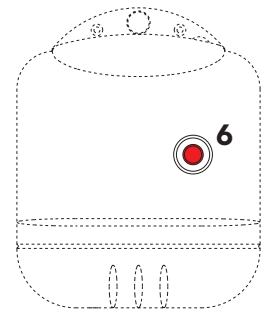

fig. 1
Per brevi periodi di sosta è sufficiente agire sull'interruttore 5 (fig. 1) sul pannello comandi portandolo in posizione "0".
- a - Blocco del bruciatore segnalato dall'apposita spia 6 (fig. 1). Riferirsi al manuale del bruciatore.